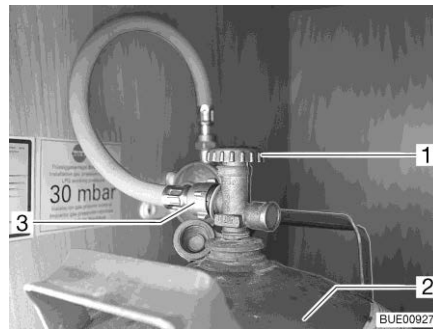

Fig. 181 Vano portabombole
- Chiudere la valvola principale di arresto (Fig. 181,1) della bombola del gas (Fig. 181,2). Osservare la direzione della freccia.
- Svitare il tubo del gas (Fig. 181,3) dalla bombola del gas.